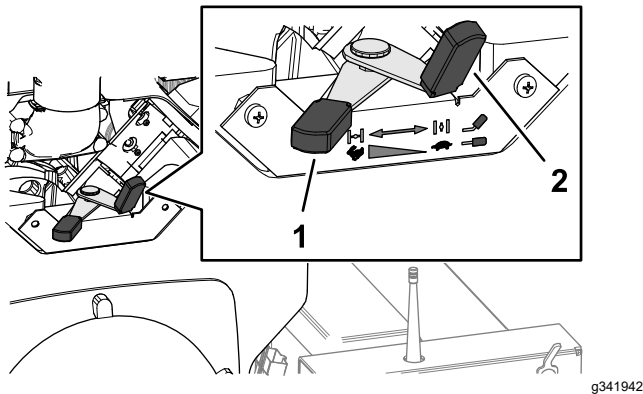

Figura 15
2. Se il motore è freddo, spostate la leva dello starter (Figura 15) in posizione ON.
3. Spostate la leva dell'acceleratore (Figura 15) a metà tra le posizioni lento e veloce.